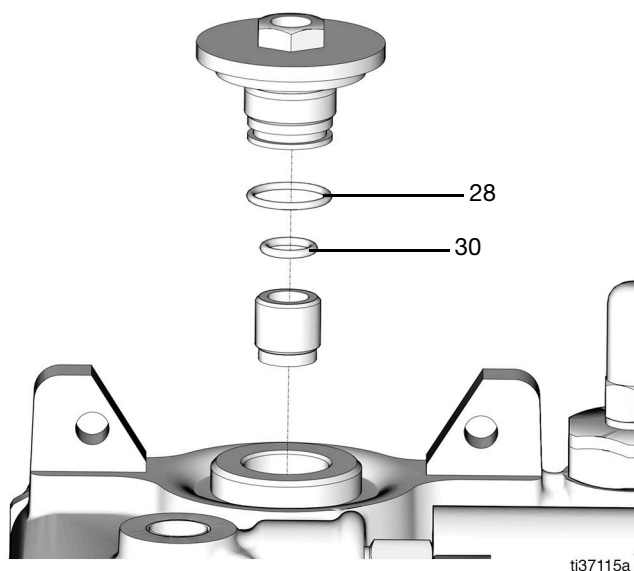

FIG. 51
3. Sustituya la junta tórica interior (30) de la tuerca de retención (9) por una nueva junta tórica y engrásela ligeramente (Fig. 51).
4. Sustituya la junta tórica exterior (28) de la tuerca de retención (9) por una nueva junta tórica y engrásela ligeramente (Fig. 51).